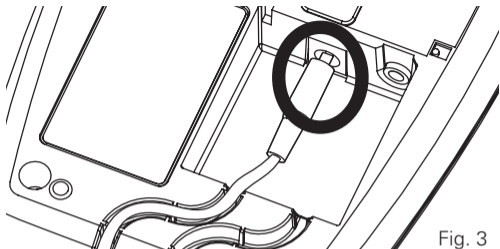

Fig. 3
6. Branchez le câble d'alimentation sur le module stroboscopique. Passez le fil dans le guide-fil (Fig. 3).